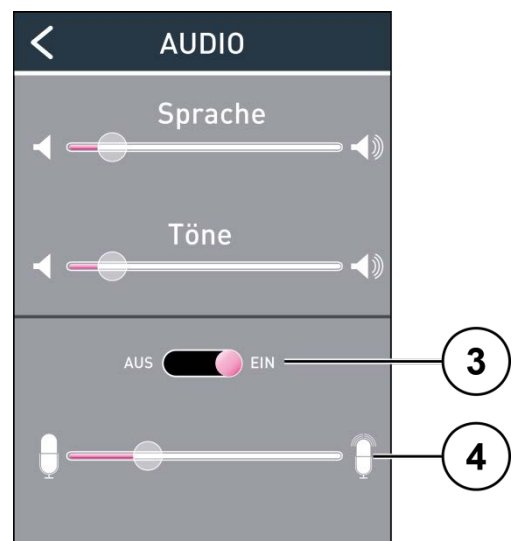

Abb. 16: Einstellungen Mikrofon
- analoge Vorverstärkung (Abb. 16).